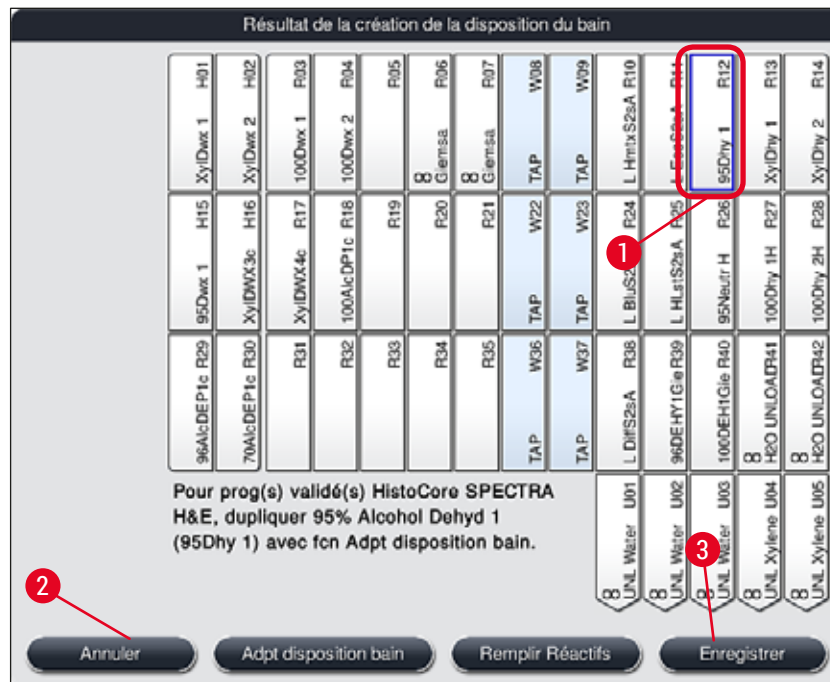

Fig. 53
- Après que le logiciel a calculé la disposition du bain à partir des programmes classés, l'utilisateur obtient un aperçu des résultats affichés à l'écran (→ "Fig. 53").
- Si aucun programme Leica n'a été intégré dans la disposition du bain, l'affichage (→ "Fig. 53") diverge de celui qui apparaît (non illustré). Dans ce cas, les réactifs peuvent être remplis conformément à la description figurant en (→ P. 81 – Remplissage des réactifs).